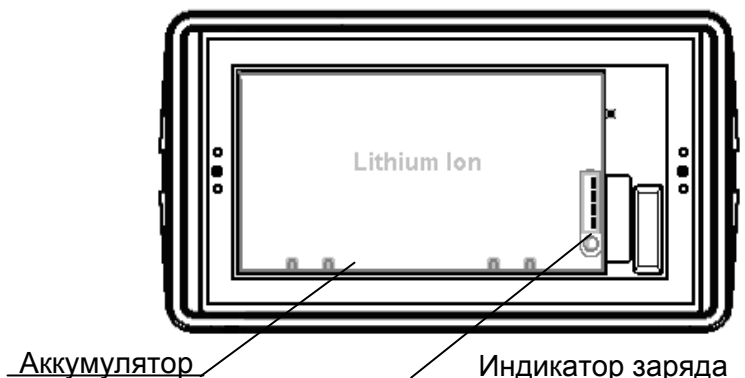

Рисунок 7
- Извлеките аккумулятор и переведите его в рабочее положение (**Рисунок 7**);